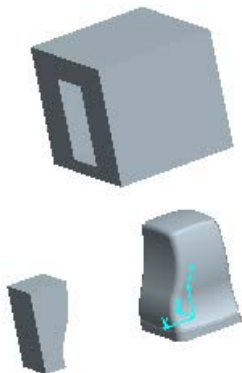

图 10.2.14 创建第三个快照
- (3) 创建第三个快照。拖动 upper_vol_1.prt，创建第三个快照，位置如图 10.2.14 所示。
- (4) 创建第四个快照。采用步骤 (2) 中的方法拖动 lower_vol_2.prt，创建第四个快照，